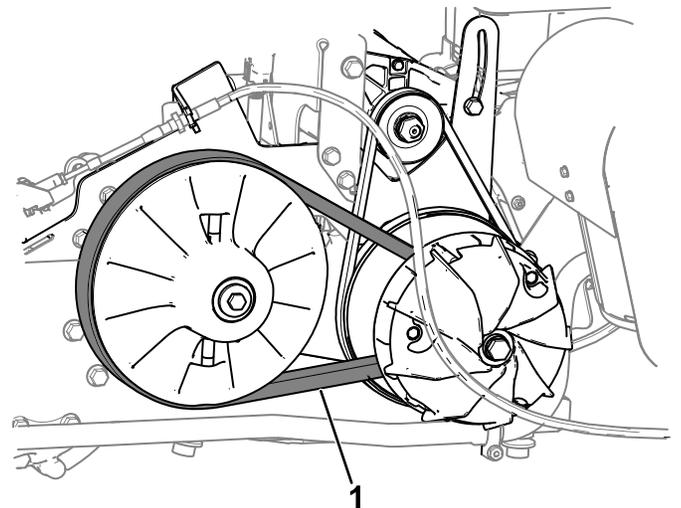

Figura 55
5. Haga girar la correa e inspecciónela (Figura 55) para asegurarse de que no está excesivamente desgastada o dañada.